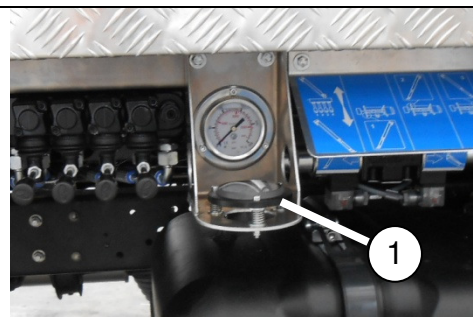

fig. 2.10.5
Situata nei pressi delle leve di comando degli stabilizzatori (*pos. 1 fig. 2.10.5*) indica l'orizzontalità della macchina.
Selettore a chiave che impedisce l'utilizzo contemporaneo dei comandi (*pos. 6 fig. 2.10.5*).